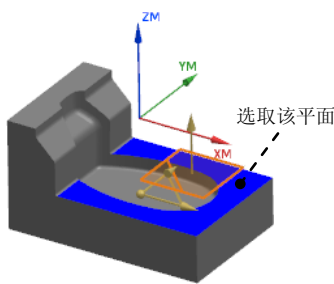

图 2.16 选取参照面
Step2. 激活 **范围 1 的顶部** 区域的 **选择对象** 选项, 在图形区选择图 2.16 所示的面, 然后单击 **确定** 按钮, 系统返回到“深度加工轮廓”对话框。